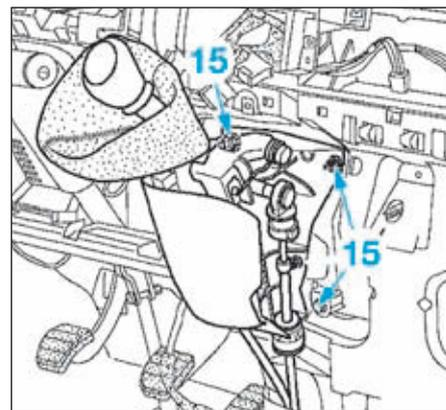

FIG.16
- Déposer les vis de fixation (15) (Fig.16) du boîtier de levier de vitesses.